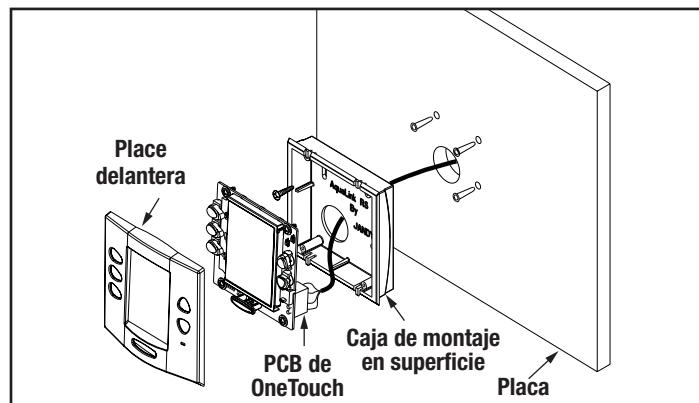

**Figura 23. Configuración de los puentes para múltiples centros de energía auxiliar**
- Nunca ponga más de dos (2) cables en cada pin de la barra de bornes roja de 4 pines (utilice una placa multiplexora Jandy®).
- Si se instala más de un centro de energía auxiliar, establezca los puentes como se indica en la Figura 23.